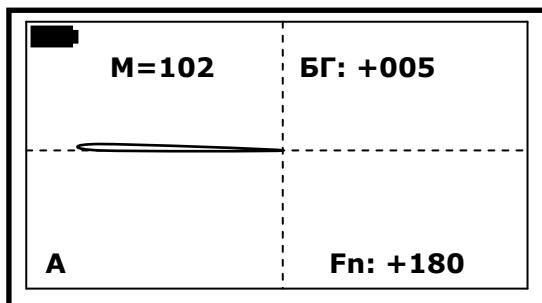

Рис. 16
4. медленно и плавно поднесите датчик к грунту сверху вниз, избегая ударов датчиком о траву, камни и другие объекты. Скорость поднесения датчика должна быть такой, чтобы он опустился до уровня грунта приблизительно, за одну - две секунды. При поднесении датчика к грунту, на дисплее будет вырисовываться линия в левую сторону экрана (Рис. 16Рис. 16). Опускайте датчик до тех пор, пока линия не дойдет до левого края дисплея.